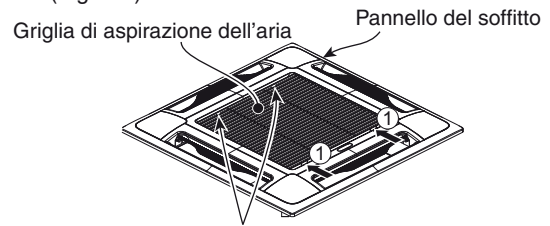

Fig. 7-4
- b) Far scivolare i fermi della griglia dell'aria nella direzione indicata dalle frecce ① in modo da fare aprire la griglia. (Fig. 7-4)